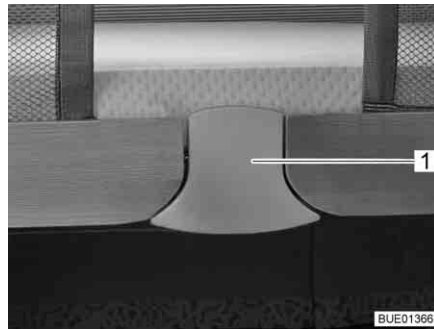

Fig. 82 Déverrouillage
- Retirer le verrouillage inférieur (Fig. 82, 1). Le dispositif de verrouillage est alors débloqué.